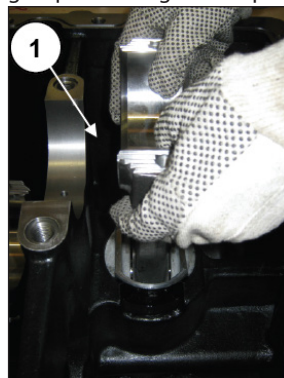
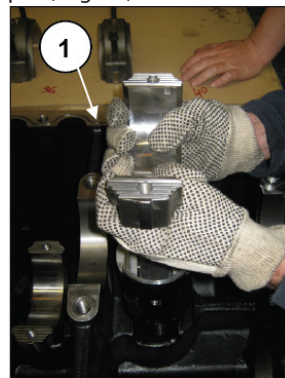

Fig. 39
Fig. 40
Retirer la bielle de son cylindre (rep. ①, Fig. 39) et extraire les groupes bielle-guide de piston (rep. ①, Fig. 40).